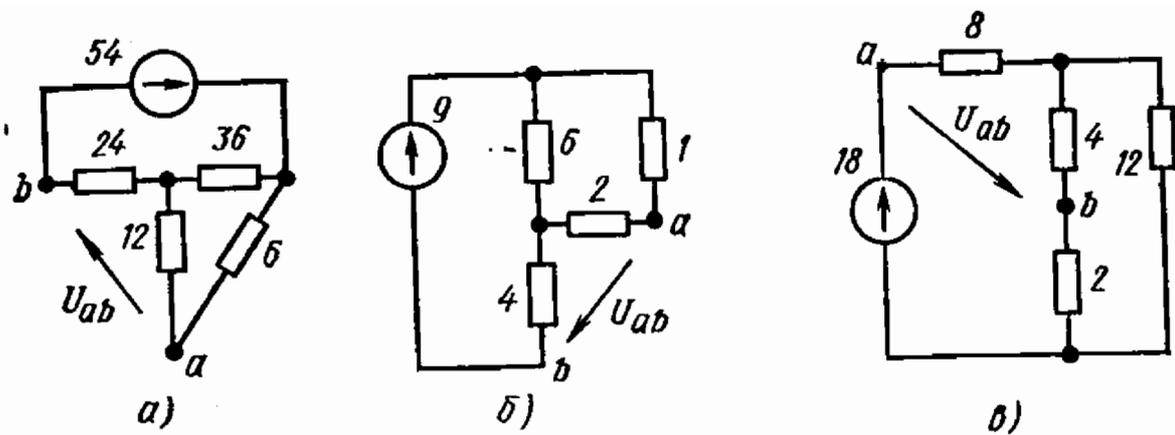

Рис. 1.22
1.22*. Найти U_{ab} в схемах рис. 1.22.